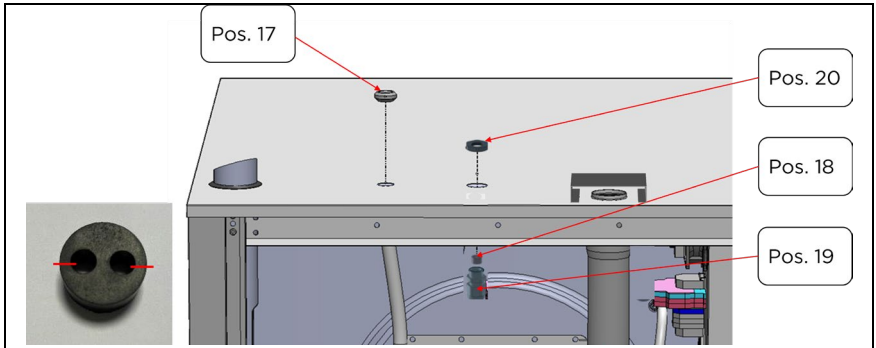

Abb. 6: Montage Dichtungsdurchführung und Kabelverschraubung
1. In die gebohrten Löcher sind die Dichtungsdurchführung (Pos. 17) und die Kabeldurchführung (Pos. 19, 20) einzusetzen. Der Dichtungseinsatz (Pos. 18) muss an der gekennzeichneten roten Linie vor dem Einsetzen eingeschnitten werden, damit dieser sich besser an die Kabelstärke anpassen kann. (Abb. 6).